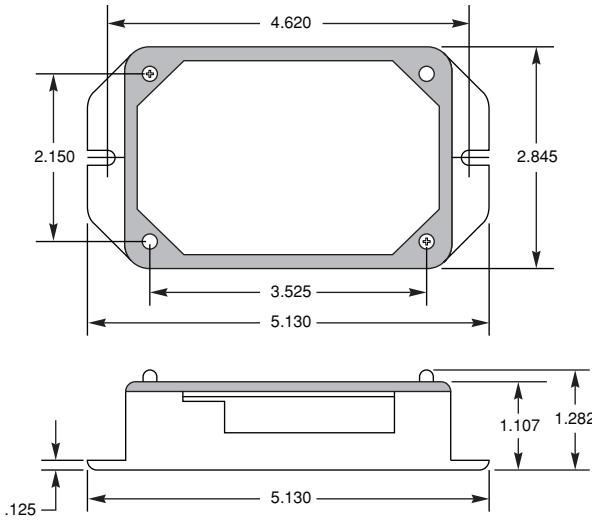

Figure 1 – Dimensions d'un minicompteur, en pouces
- La figure 1 montre les dimensions du logement et du couvercle d'un minicompteur simple.